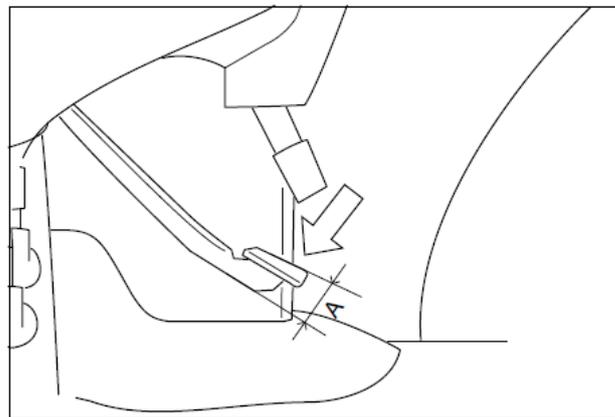

FIG. 229
FIG. 229: Controle regularmente el recorrido del acoplamiento y ajústelo si fuese necesario. El recorrido del pedal de acoplamiento (A) es correcto cuando está comprendido entre 25 y 35 mm midiendo la parte trasera del pedal, como se indica en la ilustración.